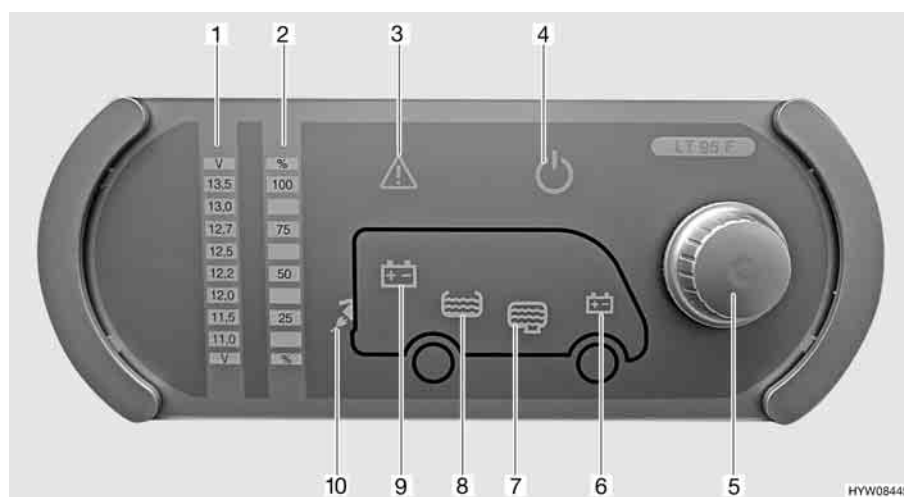

Fig. 66 Pannello di controllo (LT 95)
Il pulsante a rotazione (Fig. 66,5) inserisce o disinserisce il pannello di controllo e l'alimentazione a 12 V dell'abitacolo.
Accensione: ■ Premere il pulsante a rotazione (Fig. 66,5): L'alimentazione a 12 V dell'abitacolo è inserita. La spia di controllo a 12 V (Fig. 66,4) diventa verde.
Spegnimento: ■ Premere il pulsante a rotazione (Fig. 66,5): L'alimentazione a 12 V dell'abitacolo è disinserita. La spia di controllo a 12 V (Fig. 66,4) si spegne.
Mediante il pulsante a rotazione (Fig. 66,5) si possono interrogare sia la tensione della batteria dell'abitacolo che la tensione della batteria di avviamento. La tensione viene visualizzata sulla scala indicatore per la tensione della batteria (Fig. 66,1).
Indicazione: ■ Ruotare il pulsante a rotazione (Fig. 66,5), finché si accende il simbolo della batteria della quale deve essere interrogata la tensione.
Viene indicata la tensione della batteria dell'abitacolo (Fig. 66,9)
Viene indicata la tensione della batteria di avviamento (Fig. 66,6)
- Leggere la tensione sulla scala indicatore della tensione della batteria (Fig. 66,1).
Mediante il pulsante a rotazione (Fig. 66,5) si possono interrogare sia il livello del serbatoio dell'acqua che il livello del serbatoio delle acque grigie. Il livello viene visualizzato sulla scala indicatore livello dei serbatoi (Fig. 66,2).
- Ruotare il pulsante a rotazione (Fig. 66,5), finché si accende il simbolo del serbatoio del quale deve essere interrogato il livello.
Viene indicato il livello del serbatoio dell'acqua (Fig. 66,8)
Viene indicato il livello del serbatoio delle acque grigie (Fig. 66,7)
- Leggere il livello sulla scala indicatore del livello serbatoio (Fig. 66,2).
La spia luminosa Alarm (Fig. 66,3) lampeggia non appena i valori limite fissati vengono superati per eccesso o per difetto.
La spia luminosa Alarm (Fig. 66,3) lampeggia non appena la tensione della batteria scende al di sotto di 11 V. Se l'alimentazione a 12 V è accesa, si accende anche il relativo simbolo della batteria (Fig. 66,6 o 9), e l'indicatore "11,0" sulla scala indicatore della tensione della batteria (Fig. 66,1) lampeggia. Rischio di uno scaricamento totale della batteria.
La spia luminosa Alarm (Fig. 66,3) lampeggia ed il relativo simbolo del serbatoio (Fig. 66,7 o 8) si accende non appena il serbatoio dell'acqua è vuoto o il serbatoio delle acque grigie è pieno.
La spia di controllo a 230 V (Fig. 66,10) si accende quando all'ingresso della centralina elettrica è presente una tensione di rete.